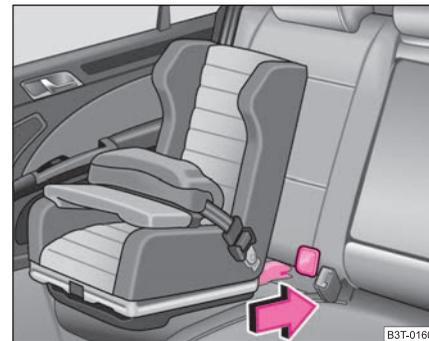

Abb. 173 Der ISOFIX-Kindersitz wird in die montierten Aufnahmehalter geschoben
- Schieben Sie die Rastarme des Kindersitzes über die montierten Aufnahmetrichter in die Halteösen, bis er hörbar einrastet ⇒ Seite 181, Abb. 173.